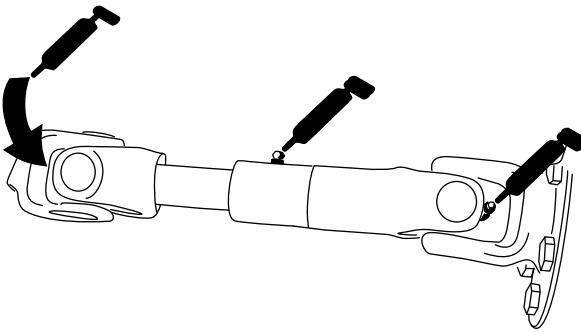

Bild 101
- Pumpenantriebswelle (3) (Bild 101)